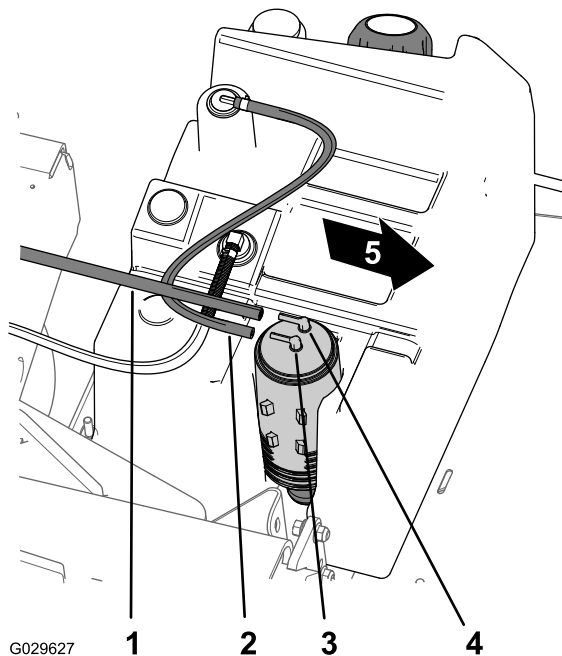

Figura 43
2. Rimuovete il flessibile del serbatoio del carburante dal raccordo sul canister a carboni attivi contrassegnato con Fuel Tank (serbatoio del carburante) (Figura 43).
1. Rimuovete il flessibile di aspirazione dal raccordo sul canister a carboni attivi contrassegnato con Purge (spurgo) (Figura 43).
8. Montate il flessibile di aspirazione sul raccordo sul canister a carboni attivi contrassegnato con Purge e il flessibile del serbatoio del carburante sul raccordo contrassegnato con Fuel Tank (Figura 43).